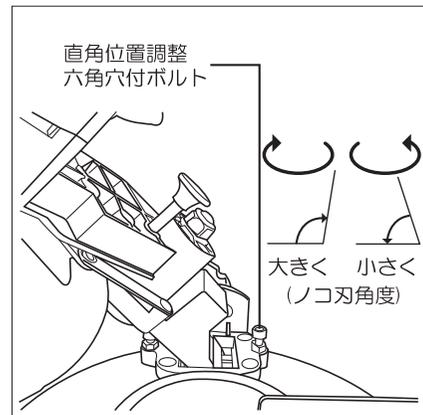

図21
- ③直角位置調整六角穴付ボルトは、右に回すとノコ刃角度が大きくなり、左に回すと角度は小さくなります(図21参照)